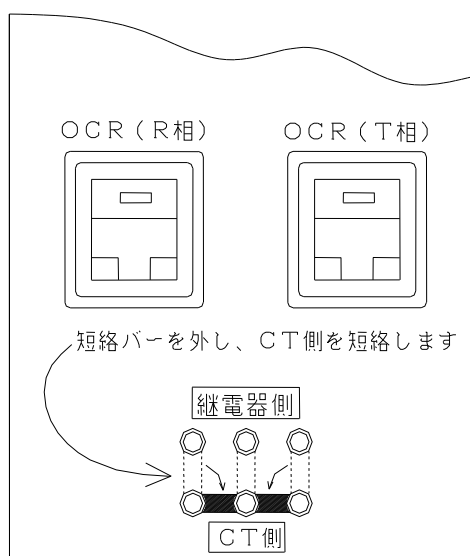

図2：試験用端子の短絡方法
2. 測定を行う継電器に電流要素の接続を確認します。活線状態(受電状態)で高圧盤の試験用端子より行う場合は、CT回路側を短絡バーにて短絡状態にします。短絡状態にする場合は、絶対にCT回路が開放状態にならないように注意して作業を行って下さい。停電状態で作業を行う場合は、CT回路と接続している各相の短絡バーを取り外すだけで結構です。(図2)